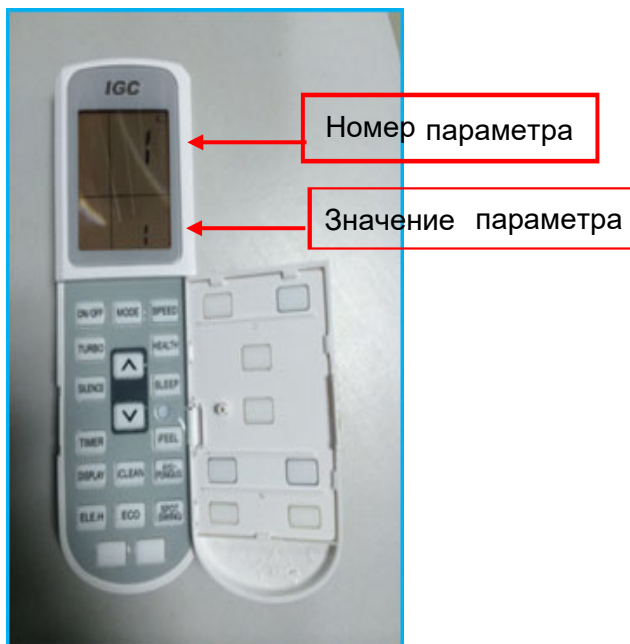

Рис. 3.8
- Индикация **номеров и значений параметров** на ЖК- дисплее пульта см. рис.3.8.